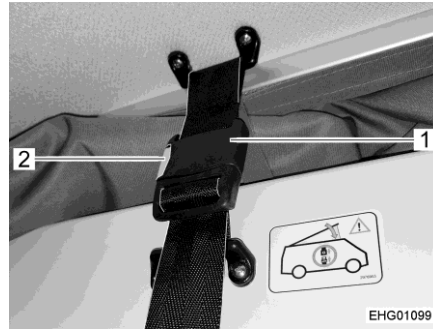

Fig. 35 Bloqueo (techo elevable para dormir)
- Abrir la cierre de hebilla (Fig. 35,1). Para ello, pulsar el botón de presión rojo (Fig. 35,2).